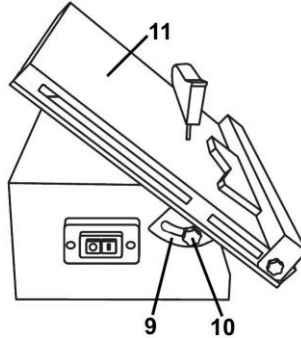

Рисунок 2
Можлива різка заготовок під кутом до 45° (рисунок 2), для цього: Відпустіть кріплення двох гвинтів фіксаторів (10), після чого переведіть робочий стіл (11) у нахилене положення, поєднавши показання на шкалі нахилу (9) з міткою на основі на передбачуваний кут різання. Положення закріпіть двома гвинтами фіксаторів (10).